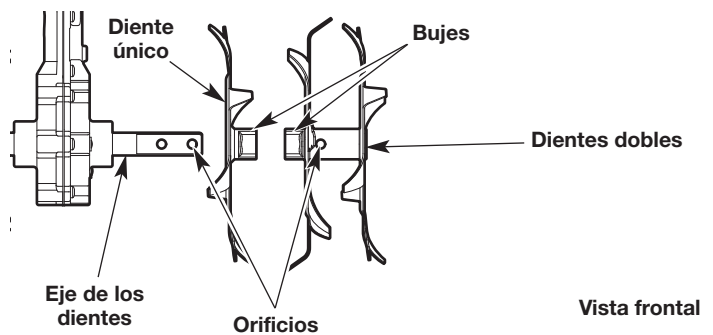

Fig. 12
2. Deslice los dientes nuevos sobre el eje de los dientes. Los bujes deben quedar enfrentados entre sí (Fig. 12). Instale el diente único primero. Luego instale los dientes dobles. Se debe alinear el orificio de los dientes dobles con el orificio del eje de los dientes (Fig. 12).